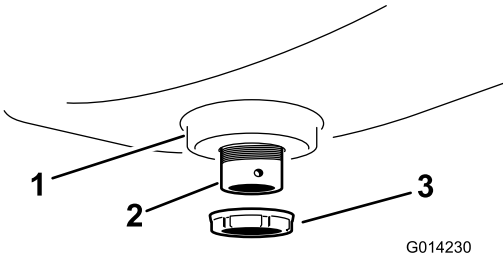

图 8
2. 用塑料凸缘螺母 (图 8) 将隔板接头固定在冲洗水箱上。